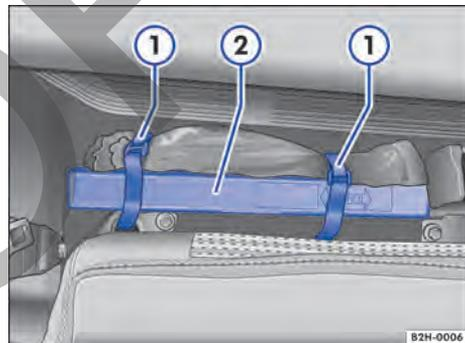

Fig. 45 Detrás del respaldo de la plaza trasera derecha: triángulo de preseñalización ②.
- Suelte los cierres de velcro → Fig. 45 ① y extraiga el triángulo de preseñalización ②.